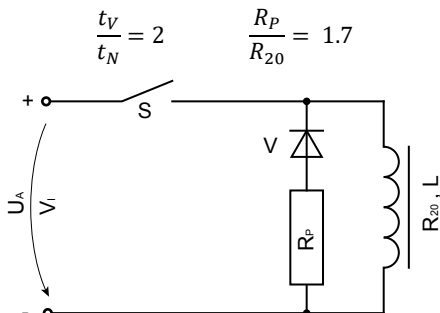

Fig. 6: Abfalldämpfung / Increase of release time
**8.6. Abfalldämpfung (Fig. 6)**
**8.6. Increasing the release time (Fig. 6)**